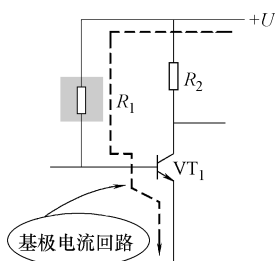

图 11-2 基极电流回路示意图
2) 基极电流回路。从图 11-2 所示电路中可以看出，直流工作电压  $+U$  产生的直流电流通过  $R_1$  流入晶体管  $VT_1$  内部，其基极电流回路是：直流工作电压  $+U \rightarrow$  固定式偏置电阻  $R_1 \rightarrow$  晶体管  $VT_1$  基极  $\rightarrow VT_1$  发射极  $\rightarrow$  地线。